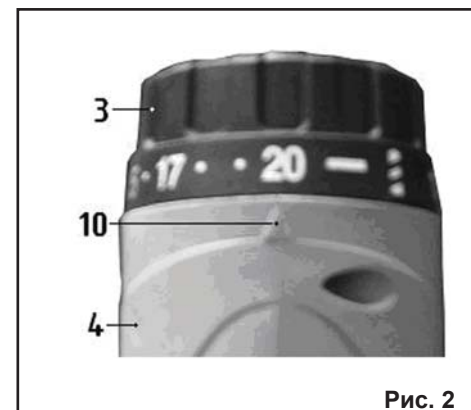

Рис. 2
8. ПОРЯДОК РАБОТЫ МАШИНОЙ (Рис.2)